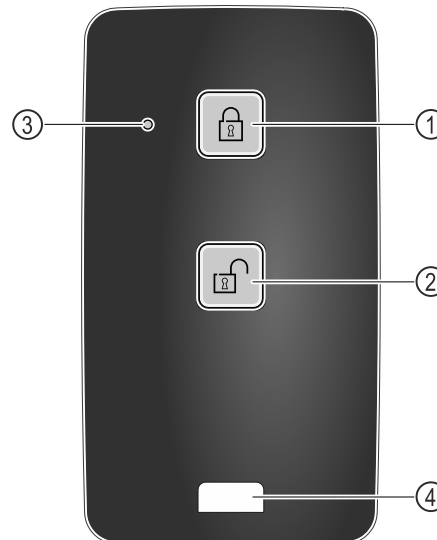

Fig. 219
- (1) Užrakto užrakinimas
- (2) Užrakto atrakinimas
- (3) Būsenos šviesos diodas
- (4) Tvirtinimo aša
- Paspauskite mygtuką Fig. 219 (1) ant nuotolinio valdymo pulto.
- Paspauskite mygtuką Fig. 219 (2) ant nuotolinio valdymo pulto.
- Paspaudus mygtuką, būsenos šviesos diodas Fig. 219 (3) duoda vaizdinį atsaką.
- Ašos Fig. 219 (4), skirtos tvirtinti nuotolinio valdymo pultą, pavyzdžiui, prie raktų ryšulio.